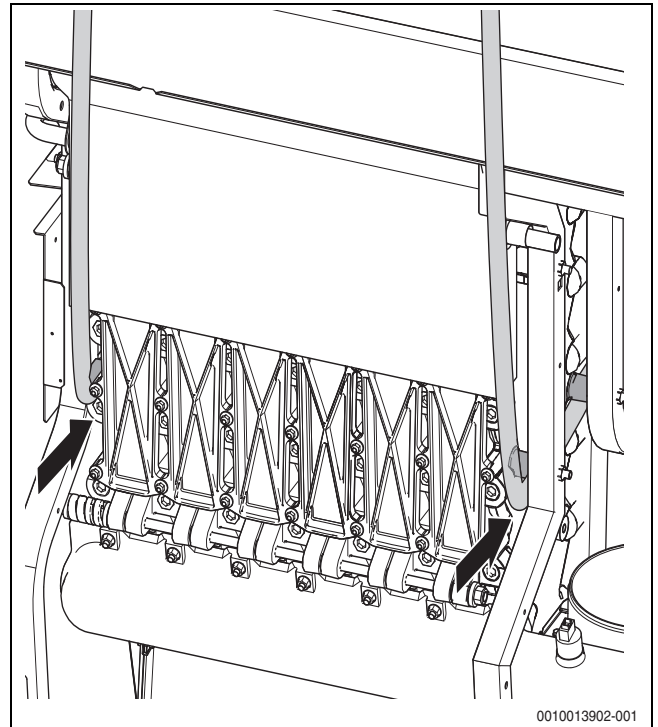

Рис. 5 Проводка строп через раму
- ▶ Пропустите стропы (петли) через раму котла (→рис. 5).